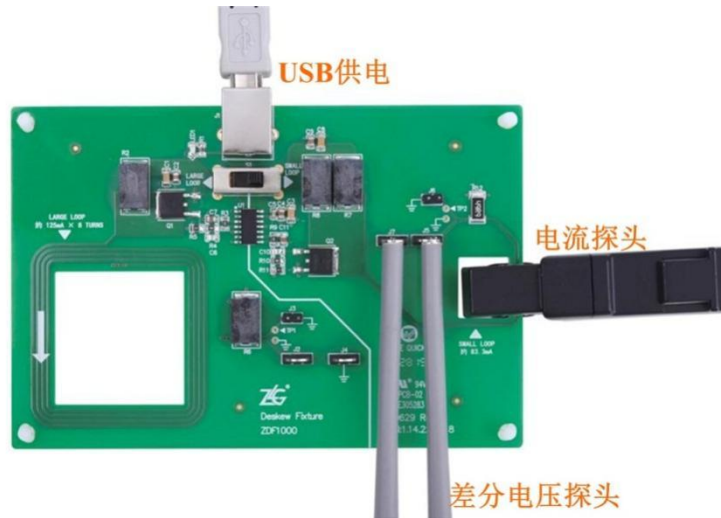

图 5.2 校正夹具实物连接图
1、在夹具的 SMALL LOOP/ LARGE LOOP 区域分别接上差分电压探头和电流探头，其中探头母头 BNC 端与示波器相连，具体如图 5.2 所示。